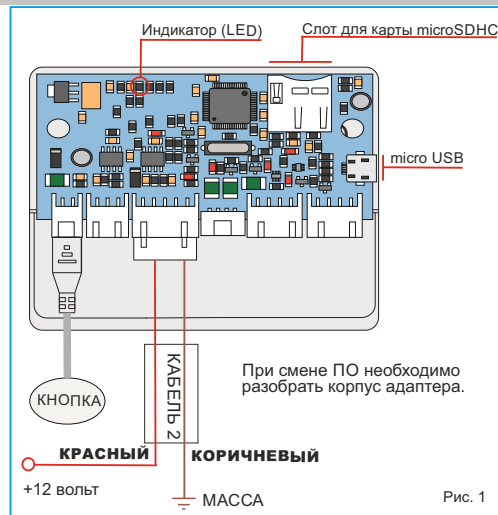

Рис. 1
- Подключить кнопку и кабель питания входящие в комплект поставки согласно Рис.1
- Не отпуская кнопки, подать питание +12В (см. Рис.1).
- Подключить плату к питанию +12В (см. Рис.1)